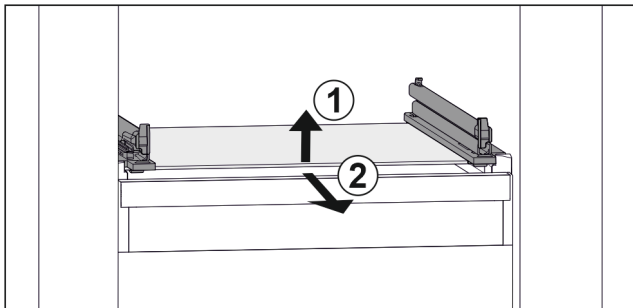

Fig. 135 Beispielhafte Darstellung der Glasplatte
- ▶ Glasplatte vorne anheben. Fig. 135 (1)
- ▶ Glasplatte nach vorne entnehmen. Fig. 135 (2)